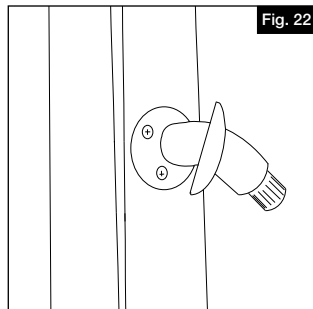

Fig. 22
- Deslizar la cubierta de moldura en el retorno de poste pero NO encajarla en su lugar hasta que se haya completado la instalación del pasamanos (Fig. 22).